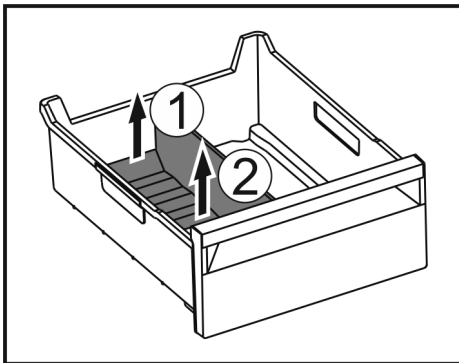

Fig. 170
- ▶ Повдигнете задната част на разделителя на отделението за лед. Fig. 170 (1)
- ▶ Извадете разделителя на отделението за лед нагоре. Fig. 170 (2)